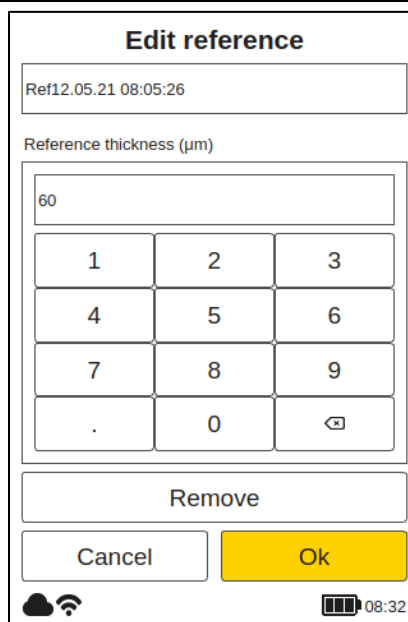

Figure 42 : Modifier la référence
Dans le sous-menu (voir Figure 42 : Modifier la référence), utilisez les touches fléchées et (D) pour naviguer sur le clavier et le bouton OK (C) pour entrer les caractères afin de renommer votre référence ou d'entrer l'épaisseur du revêtement. Cliquez ensuite sur « OK » pour attribuer cette valeur à la référence sélectionnée.